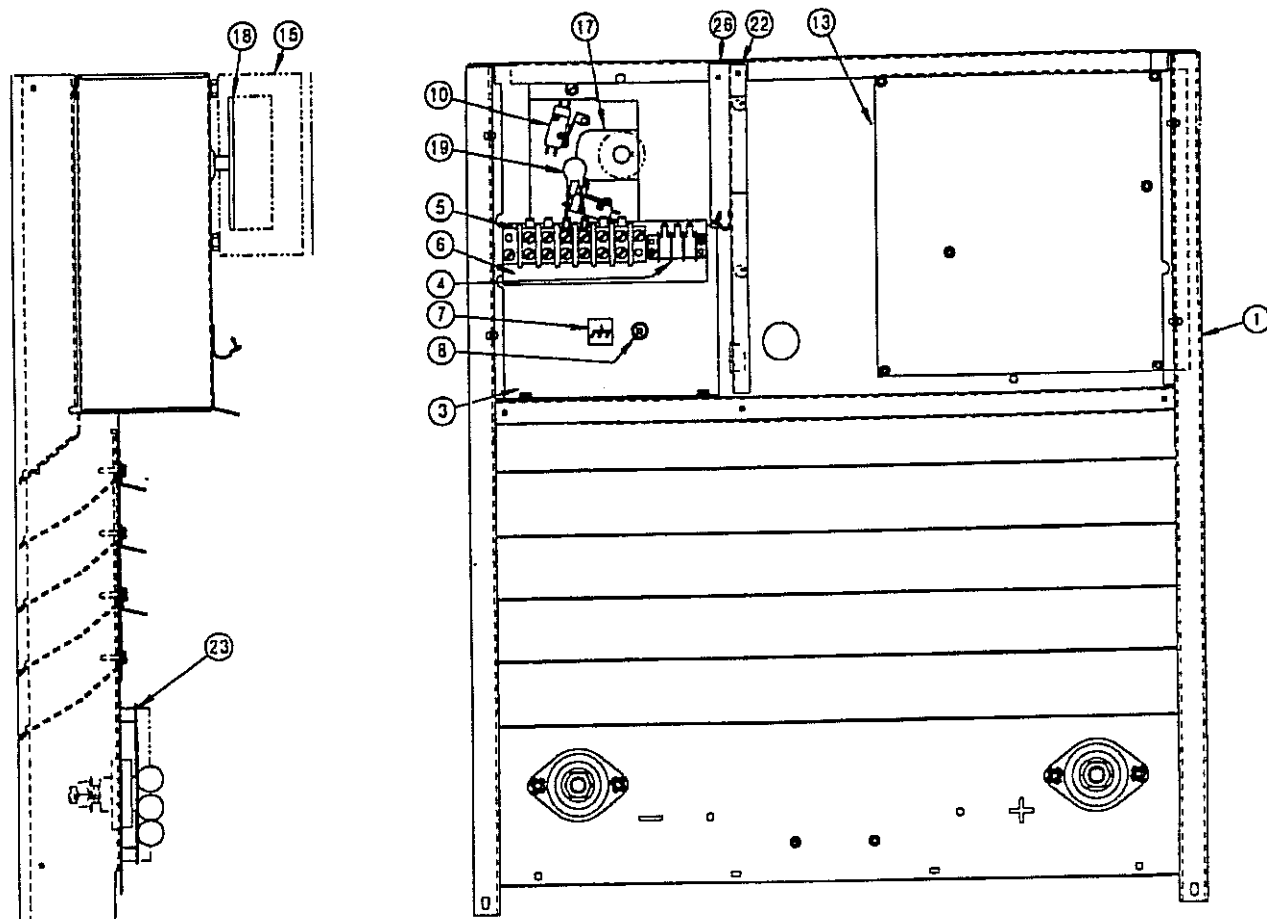

Fig.2: DC-400 sedd framifrån utan paneler.
| Kontaktorn CR 1 fungerar men ingen svetsström. | <ol style="list-style-type: none"> 1. Elektrod eller godskabel lös eller avbrott. 2. Defekt huvudtransformator T1. 3. Defekt styrkort (pos 13. fig. 2). | <ol style="list-style-type: none"> 1. Reparera. 2. Reparera. 3. Byt (Se sidan 8 punkt. A). |
| Oregelbunden ljusbåge. | <ol style="list-style-type: none"> 1. Dålig godsförbindelse eller elektrodförbindelse. 2. Svetskablar har för liten area. 3. För låg svetsström eller spänning. 4. Defekt tyristorbrygga. 5. Defekt mikrobrytare S4C eller S4D. (pos. 10. fig. 2) | <ol style="list-style-type: none"> 1. Kontrollera och gör rent. 2. Se tabell. 3. Kontrollera inställningen. 4. Kontrollera, byt om nödvändigt. 5. Kontrollera, byt (skulle aktivatorn vara defekt, byt även kammen på metodväljaren). |
| Dålig tändning av ljusbågen vid MIG/MAG, Innershield eller pulverbågsjetsning | 1. Defekt startkrets. 2. Dålig kontakt vid arbetsstycket. 3. Defekt styrkort. | 1. Kontrollera styrkortet (pos 18 fig. 2) och tungreläet CR3. 2. Kontrollera att kontakten är god.. 3. Byt (se sidan 8 punkt A). |
| Dåliga svetssegenskaper. | 1. Startkretsen är aktiv hela tiden (Tungreläet öppnar inte) 2. Defekt kretskort, start (pos 18 fig. 2) 3. Defekt styrkort (pos. 13 fig. 2). 4. Kondensatorerna i sekundärkretsen fungerar ej korrekt. Fel uppstår om den lilla luft-pluggen på toppen av kondensatorn är lös eller saknas. | 1. Kortslut tungreläets kablar. Om detta hjälper, byt reläet. 2. Om problem uppstår när tungreläets kabel är kortsluten, koppla från startkortet. Om problemet upphör, byt kort. (se sidan 8 punkt A). 3. Byt (se sidan 8 punkt A) 4. Byt ut hela kondensatorbanken. Byt inte ut enstaka kondensatorer. Varning! Elektrolytvätskan i kondensatorer är giftig. Undvik kroppskontakt. |
Vid fel på en tyristor (SCR) bör skyddskortet kontrolleras (Pos. 23 Fig. 2). Stäng av maskinen och tag bort sidopåsen.
- 1.3 Kablarna 220, 221, 222 och 223 från säkerhetskortet (P5). (pos. 23. fig. 2).
Se fig 2.